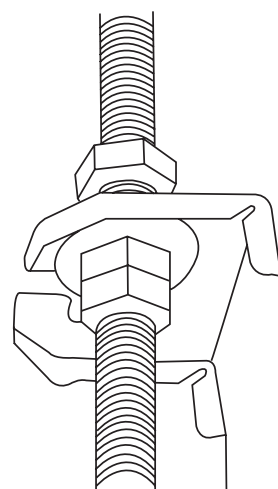

Рис. 4.9
- Установите внутренний блок. Для подъема и крепления блока требуется два человека. Введите монтажные болты в отверстия для подвески блока. Закрепите их, используя прилагаемые шайбы и гайки (см. рис. 4.9).